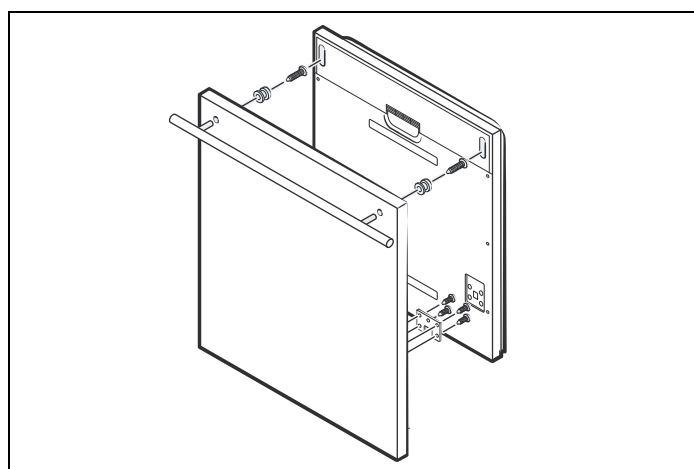

Fig. 16
- 2) Fissare il gancio del pannello personalizzato dello sportello e inserirlo nella fessura dello sportello della lavastoviglie (Fig. 16).